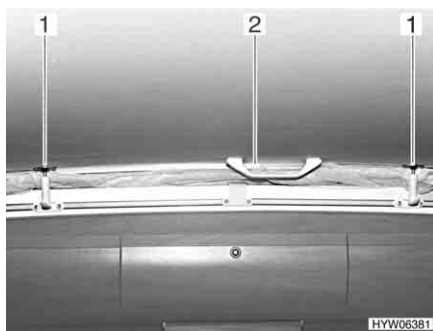

Fig. 40 Tetto sollevabile, chiuso
**Apertura:** ■ Estrarre tutti i tenditori (Fig. 40,1) dal supporto, tirandoli verso il basso.
■ Premere il tetto sollevabile verso l'alto mediante le maniglie (Fig. 40,2).
**Chiusura:** ■ Premere il tetto sollevabile verso il basso mediante le maniglie (Fig. 40,2).
■ Tirare tutti i tenditori (Fig. 40,1) verso il basso e arrestarli.